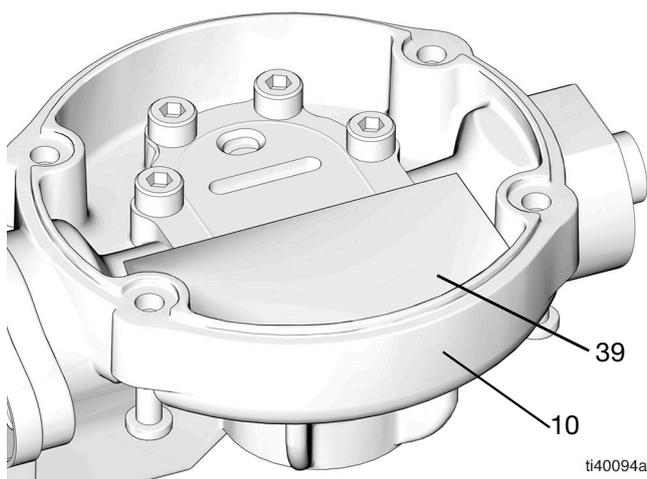

FIG. 60
6. Cambie la pieza de espuma (39) en el alojamiento del medidor (10) (FIG. 60).